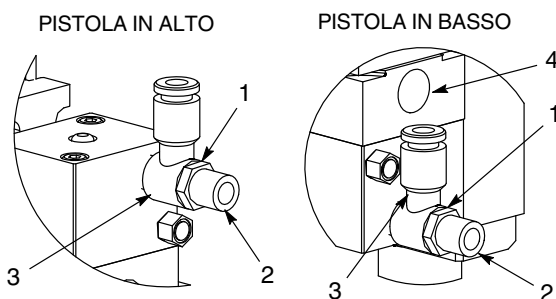

Figura 5 Regolazione di una valvola di controllo
1. Vedi figura 5. Allentare il collare di bloccaggio (1) sulle valvole di controllo (3).
2. Girare la manopola (2) in senso orario finché tocca il fondo delle valvole di controllo (3). Far uscire la manopola di 2 giri.
3. Stringere saldamente il collare di bloccaggio (1).
4. Eseguire un ciclo della pistola. Osservare l'ago attraverso il foro di scarico (4). Se l'ago non esegue la corsa completa entro circa 0.25-0.50 secondo, verificare che la pressione di alimentazione dell'aria sia tra 60 e 90 psi (4,1-6,2 bar) e regolare nuovamente le valvole.